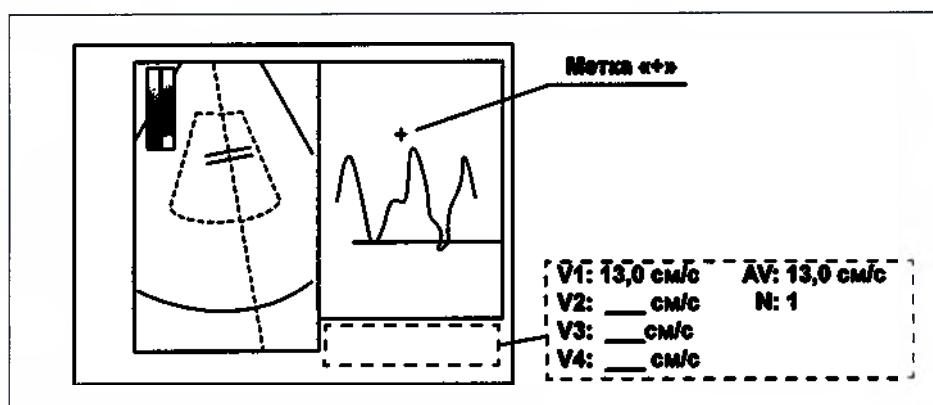

Рисунок 8.63
- 2 Одновременно область отображения результатов измерения принимает вид, показанный на рис. 8.63.